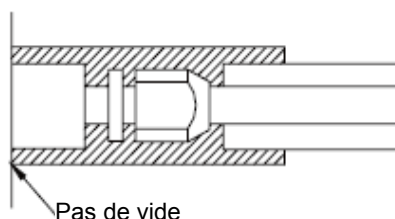

Fig. 8
- 2) Les jonctions de l'unité intérieure doivent être enveloppées avec du matériau isolant sans laisser d'espaces vides entre la jonction et l'unité intérieure, comme illustré sur la Fig. 8